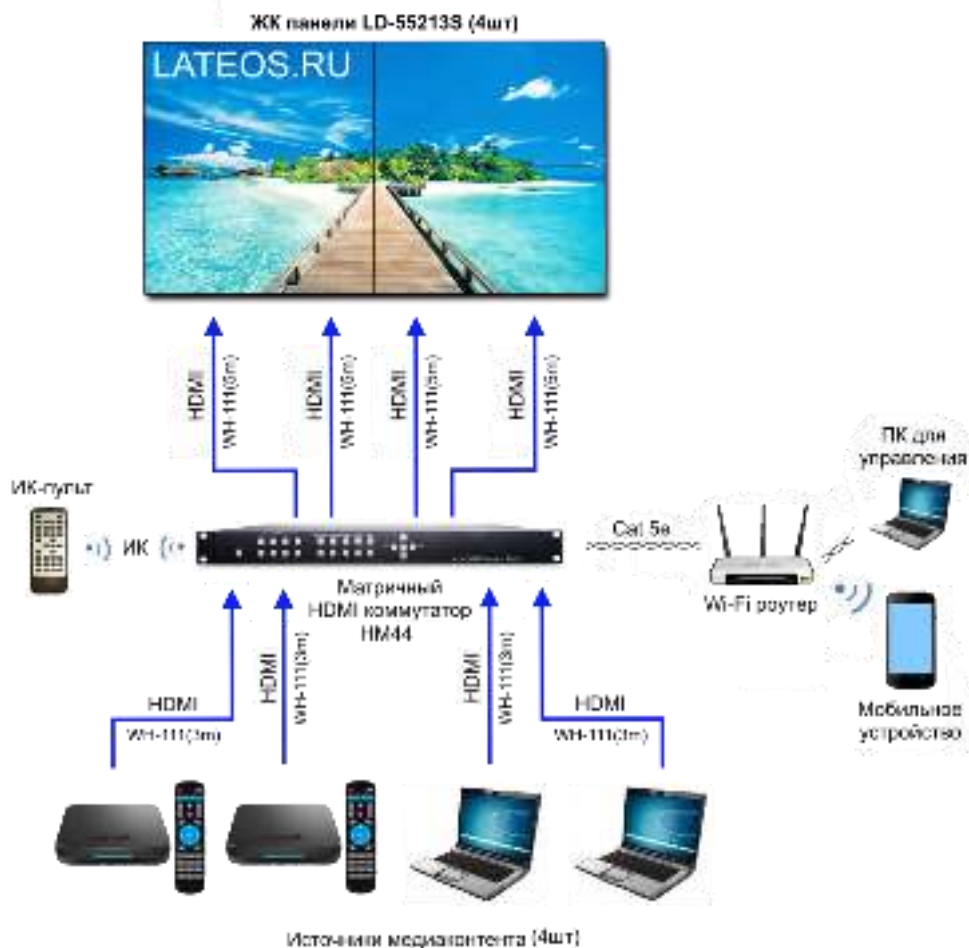

Рис.1 Схема подключения типового комплекта VW2255WML
4. Подключите ЖК панели к матричному HDMI коммутатору HM44 (разъемы 1-4 OUT) с помощью HDMI кабелей WH-111(5m) согласно схеме подключения (рис. 1).
5. Подключите источники медиа контента к матричному HDMI коммутатору HM44 (разъемы 1-4 IN) с помощью HDMI кабелей WH-111(3m) согласно схеме подключения (рис. 1).